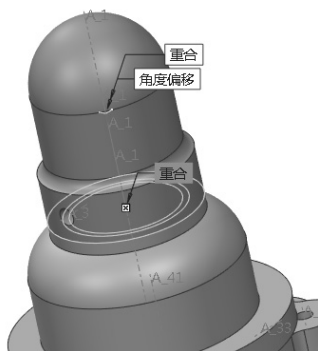

图 8-41 阀帽角度偏移约束
(3) 单击【放置】选项卡, 单击【新建约束】, 修改约束条件为【角度偏移】, 分别选择如图 8-41 所示的“阀帽.prt”的基准平面 TOP 和“阀盖.prt”的基准平面 FRONT, 在【偏移】框内输入 90.0, 建立完全约束关系。单击【确定】按钮, 完成零件“螺杆.prt”的装配。
(4) 单击【放置】选项卡, 单击【新建约束】, 修改约束条件为【重合】, 然后选择绘图区域的“阀盖.prt”的中心轴 A_1 和“阀体.prt”的腔体中心轴 A_1, 为其添加重合约束, 完成阀帽装配。